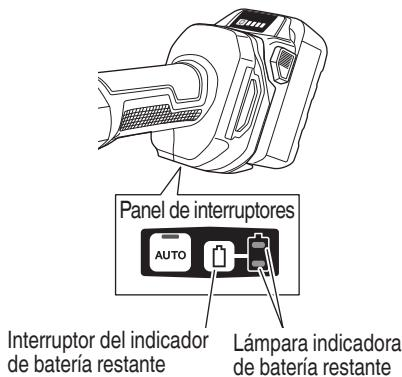

Fig. 12
9. Acerca del indicador de batería restante (en el cuerpo de la herramienta) Al pulsar el interruptor del indicador de batería restante, se ilumina la lámpara indicadora de batería restante y puede comprobarse la potencia restante. (Fig. 12) La tabla 5 muestra el estado de la lámpara indicadora de batería restante y la potencia de batería restante.